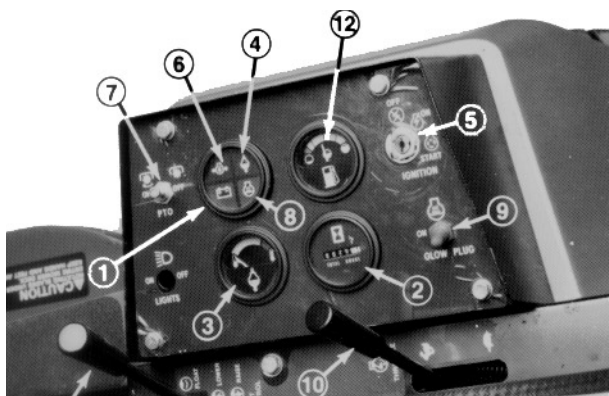

Fig. 10
Spia delle ampere (Fig. 10)—La spia delle ampere deve essere spenta quando il motore è in moto. Se è accesa, controllare il sistema di ricarica ed all'occorrenza riattare.
Contaore (Fig. 10)—Indica il totale delle ore di funzionamento del motore.
temperatura (Fig. 10)—Questo indicatore indica la temperatura del refrigerante nell'impianto di raffreddamento. Se la temperatura è troppo elevata il motore si spegne automaticamente e si accende la spia di arresto per alta temperatura. Quando ciò accade, chiudere la chiave di accensione, controllare che non vi siano detriti nel radiatore, verificare la cinghia del ventilatore ed il serbatoio di espansione accertando che il livello del liquido refrigerante sia giusto. L'arresto per alta temperatura si risetta automaticamente quando la temperatura del refrigerante raggiunge il livello di sicurezza.
Spia di bassa pressione dell'olio (Fig. 10)—Si accende se la pressione dell'olio motore scende sotto il livello di sicurezza. Arrestare il motore e riattare prima di riprendere il lavoro.
Interruttore della presa di forza (Fig. 10)—Alzare il manicotto dell'interruttore a ginocchiera e spostare l'interruttore in posizione ON per INNESTARE la frizione elettrica della presa di forza; alzare il manicotto e spostare l'interruttore in posizione OFF per DISINNESTARE. L'unica volta che l'interruttore della presa di forza deve trovarsi in posizione di INNESTO (ENGAGE) è quando l'attrezzo è abbassato, pronto per il lavoro.
Interruttore di accensione (Fig. 10)—L'interruttore di accensione viene utilizzato per avviare ed arrestare il motore e dispone di tre posizioni: OFF (spento), RUN (marcia) e START (avviamento). Girare la chiave in senso orario in posizione START per mettere in moto il motorino di avviamento. Rilasciare la chiave quando il motore si avvia; la chiave si sposta automaticamente in posizione ON. Per spegnere il motore girare la chiave in senso antiorario in posizione OFF.
(Fig. 10)—Servono per preriscaldare i cilindri del motore prima di avviare a freddo; i cilindri si preriscaldano automaticamente durante l'avviamento del motore a caldo. Per l'avviamento a freddo alzare la leva e tenerla in tale posizione mentre si osserva la spia. La spia è arancione quando le candele ad incandescenza sono attive. Il tempo necessario per preriscaldare i cilindri viene stabilito in base alla temperatura atmosferica.
Leva del gas (Fig. 10)—La leva del gas serve ad azionare il motore a varie velocità. Spostarla in avanti per aumentare il regime del motore: FAST; spostarla indietro per ridurre il regime: SLOW. La leva del gas controlla la velocità delle lame falcianti e, insieme al pedale della trazione, controlla la velocità del trattorino.
Leva di sollevamento idraulico (Fig. 10)—La leva di sollevamento idraulico ha tre posizioni: FLOTTANTE, TRASPORTO e SOLLEVAMENTO (Float, Transport e Raise). Per abbassare a terra l'apparato di taglio spostare la leva in avanti nella tacca FLOTTANTE; questa posizione serve per tosare e durante le pause di utilizzo della macchina. Per alzare l'apparato di taglio tirare indietro la leva di sollevamento in posizione di SOLLEVAMENTO. Dopo avere alzato l'apparato di taglio lasciare che la leva si sposti in posizione di TRASPORTO. Sollevare l'apparato di taglio durante lo spostamento da un'area di lavoro all'altra.
- 4. Girare la chiave di accensione in posizione di avviamento START (Fig. 10) e rilasciarla immediatamente quando il motore si avvia, lasciando che ritorni in posizione RUN. Spostare la leva del gas in posizione SLOW.